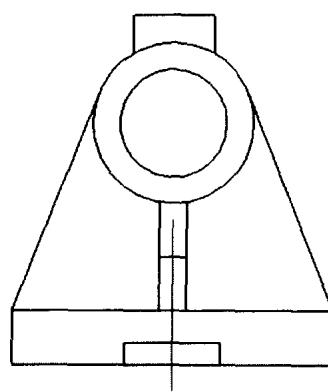

图 1-29
9. 进入二维草图绘制。勾画出草图如图 1-29 所示。注意：两个视图的长要对正。